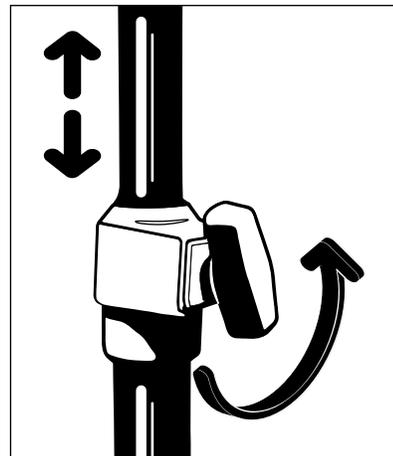

Figura 24 – Regolazione dell'asta portaflebo
1. Ruotare in senso antiorario il pomello del meccanismo telescopico per sbloccare l'asta portaflebo (Figura 24).
4. Ruotare in senso orario il pomello del meccanismo telescopico per bloccare l'asta portaflebo (Figura 24).